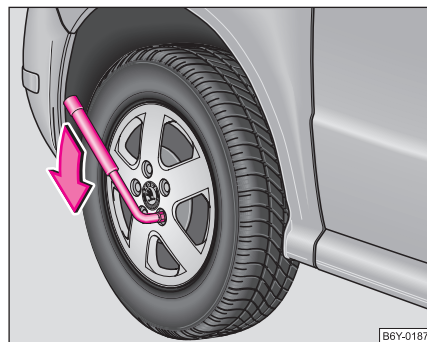

Abb. 160 Radwechsel:
- Fassen Sie am Schlüsselende an und drehen Sie die Schraube etwa **eine** Umdrehung nach links ⇒ Abb. 160.